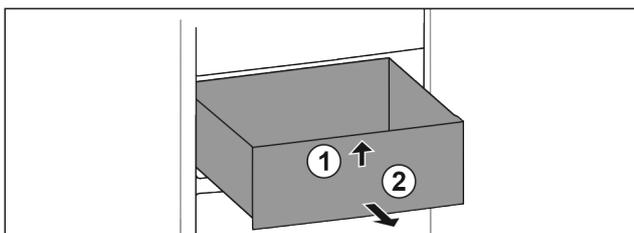

Fig. 14
- ▶ Vorne anheben Fig. 14 (1).
- ▶ Nach vorne entnehmen Fig. 14 (2).